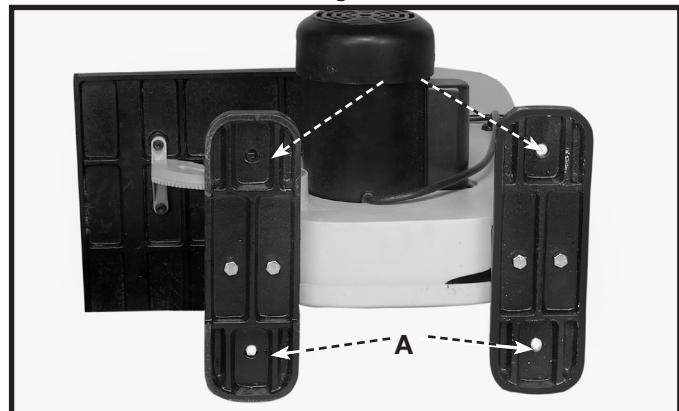

Fig. 5
2. Installer la scie à ruban sur le dessus du socle et aligner les trous (A) fig. 5, avec ceux (D) fig. 6, des traverses supérieures du socle.